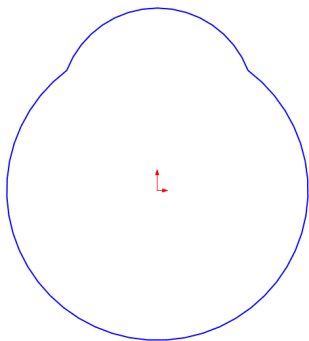

图 15-31 绘制草图对象
(1) 单击常用工具栏中的【新建】按钮, 新建一个空白模型文件, 更改绘图区背景颜色。
(2) 单击【拉伸凸台/基体】按钮, 选取前视基准面为草图基准面, 绘制相应的草图对象, 如图 15-31 所示。